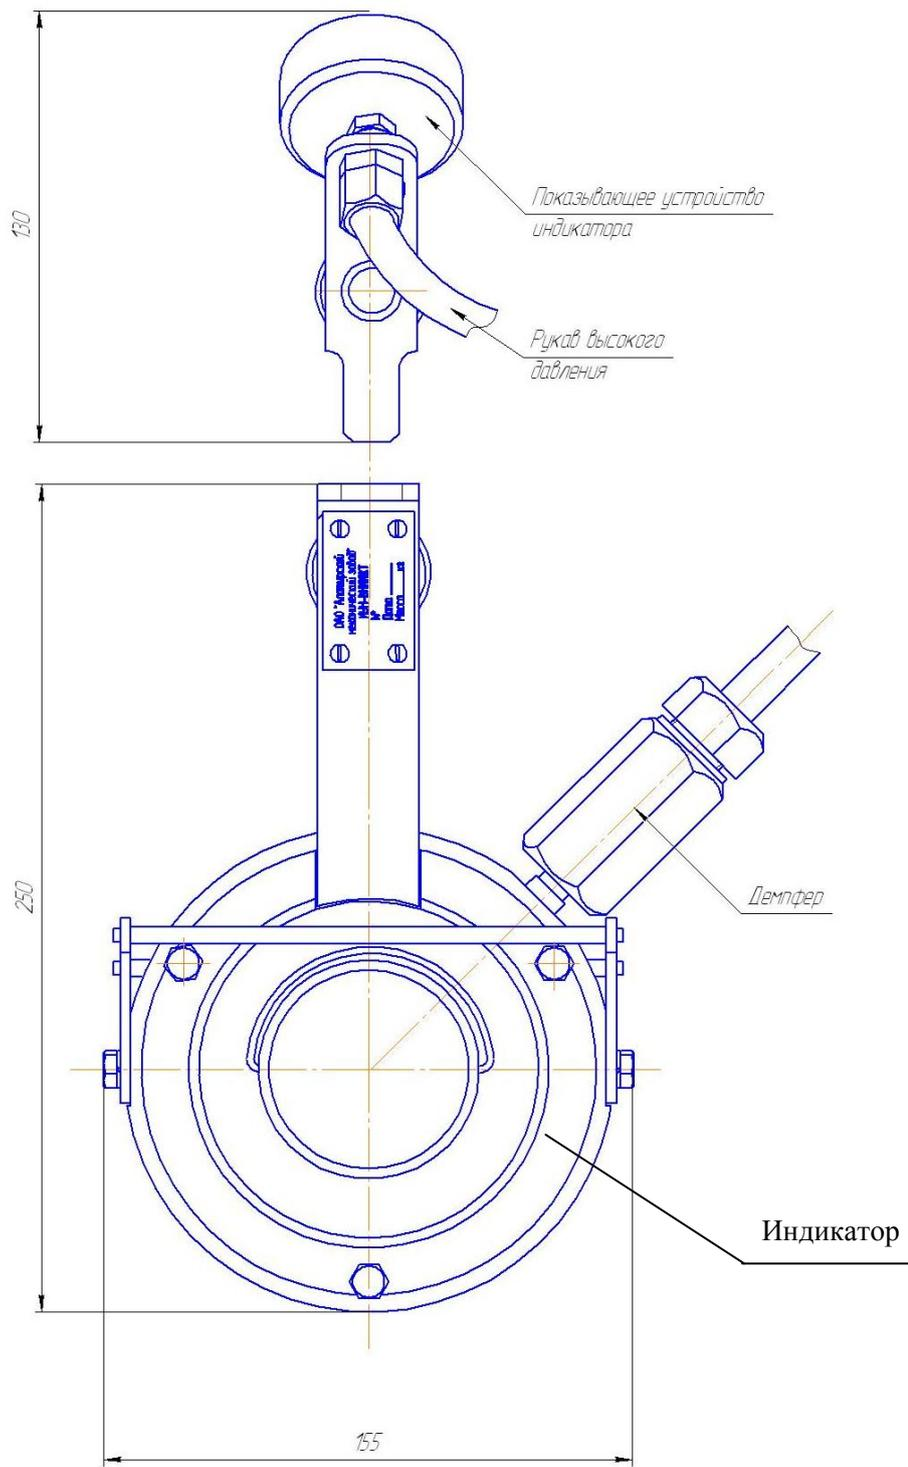

Рис.2
4.1. Индикатор состоит из следующих основных элементов (смотри рис. 2).